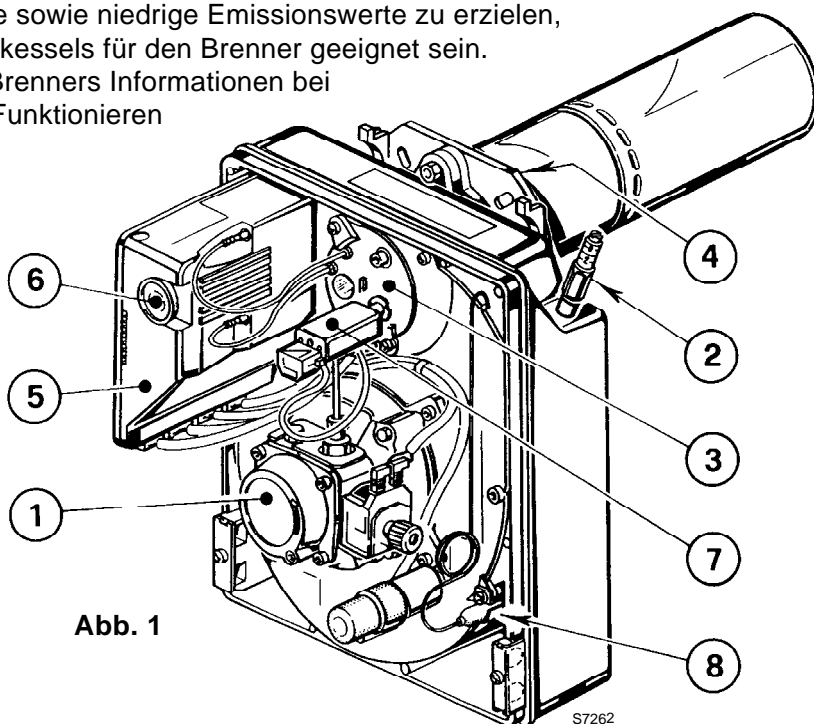

Abb. 1
- Effettuare la pulizia del rivelatore fiamma (7, fig. 1, pag. 1).
Un'anomalia, nel funzionamento nella maggior parte dei casi, porta alla accensione della segnalazione all'interno del pulsante di sblocco dell'apparecchiatura di comando e controllo (pos. 6, fig. 1, pag. 1).